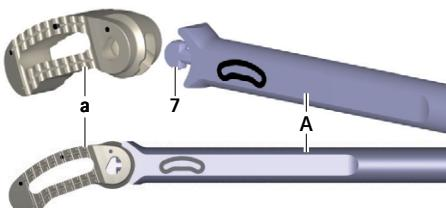

Fig. 7 Collegamento dell'impianto allo strumento inseritore
- ▶ Inserire l'impianto **a** nell'imballo protettivo sul diebro **7** dello strumento inseritore **A**, vedere Fig. 7. Fare attenzione all'orientamento dell'impianto (Orientamento sulla base della scritta presente sullo strumento inseritore).
- Collegare lo strumento inseritore **A** in situ all'impianto **a**, vedere Fig. 7.